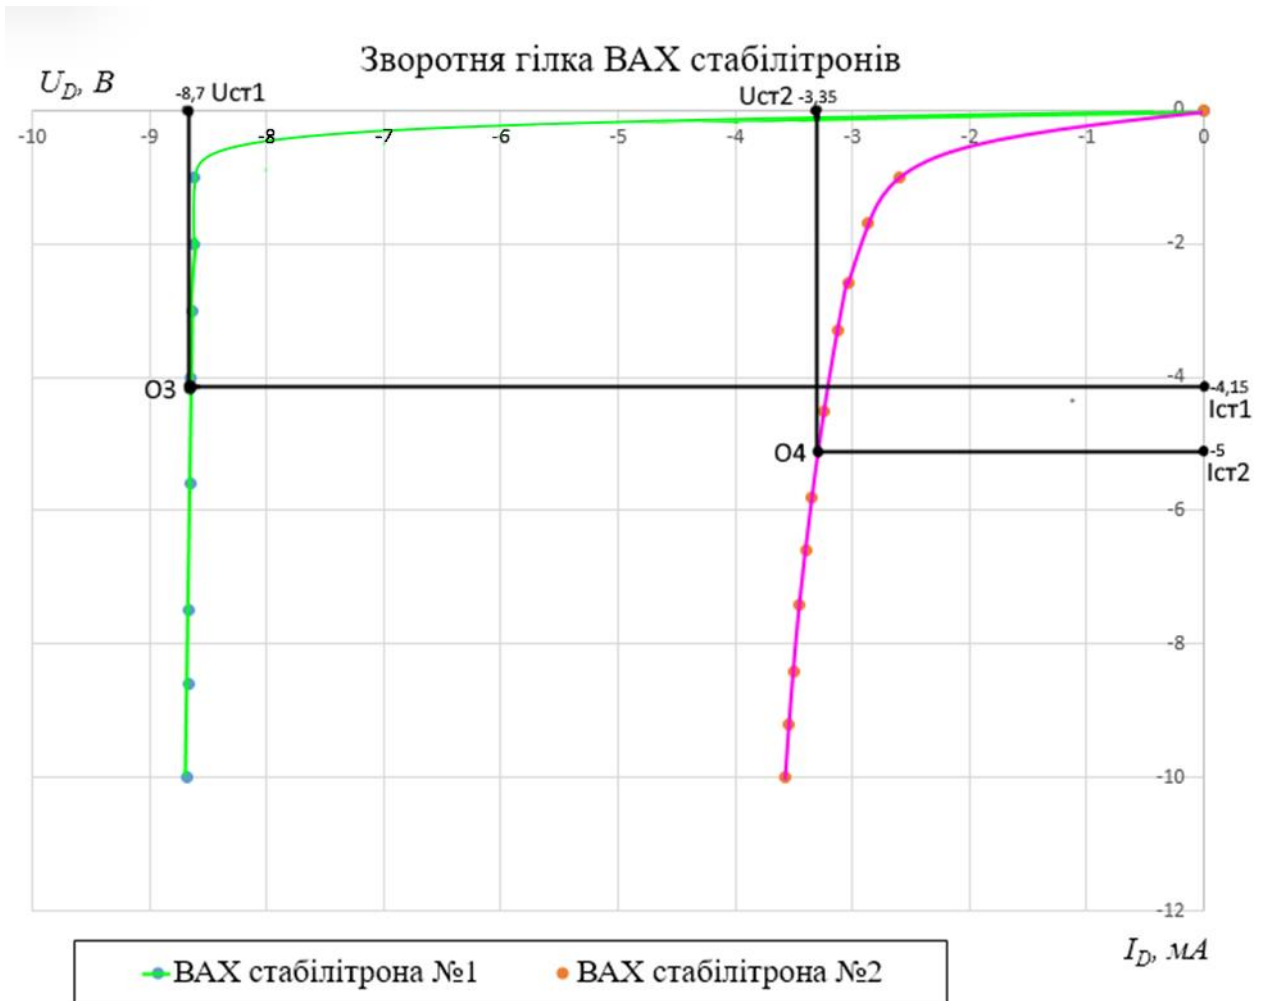

Рис. 4. Графічна залежність для зворотної гілки ВАХ стабілітронів.
Виходячи з графіку Рис.4 у пункті:
- Скориставшись графіком ВАХ характеристики Рис.4, виберемо робочу точку  $O_3$ , що знаходиться посеред діапазону стабілізації, тому ми можемо знайти параметри робочої точки:
- Скориставшись графіком ВАХ характеристики Рис.4, оберемо робочу точку  $O_4$ , що знаходиться посеред діапазону стабілізації, тому ми можемо знайти параметри робочої точки: